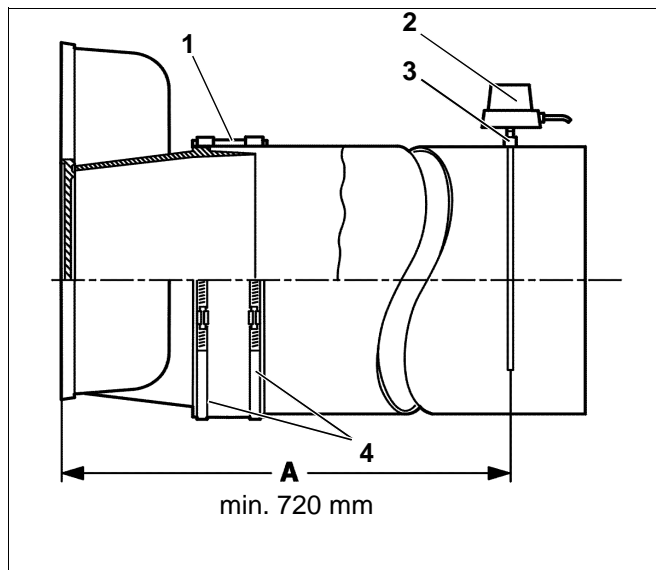

Fig. 33 Montaggio del tubo di scarico
È consigliato di utilizzare un manicotto ermetizzante per il tubo di scarico (fig. 33, pos. 1).
- Mettere le fascette a vite senza fine (fig. 33, pos. 4) sopra il manicotto ermetizzante del tubo di scarico. Una fascetta a vite senza fine deve premere sul tronchetto del collettore dei gas di scarico, l'altra sul tubo di scarico.
- Saldare il manicotto (fig. 33, pos. 3) nel tubo di scarico, ad una distanza pari a 2 x diametro del tubo di scarico (A) - min. 720 mm - dal collettore dei gas di scarico.
- Montare la sonda dei gas di scarico (fig. 33, pos. 2), secondo la specifica istruzione di montaggio.